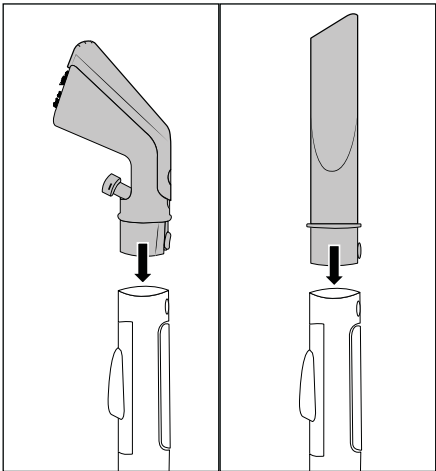

Fig. 3
- ◆ Vendosni kokën e tapicerisë 22 ose kokën për hapësira të ngushta 29 në tubin e spërkatjes/thithjes 19 derisa butoni i kyçjes 25/32 të fiksohet në vendin e tij (shih Fig. 3).